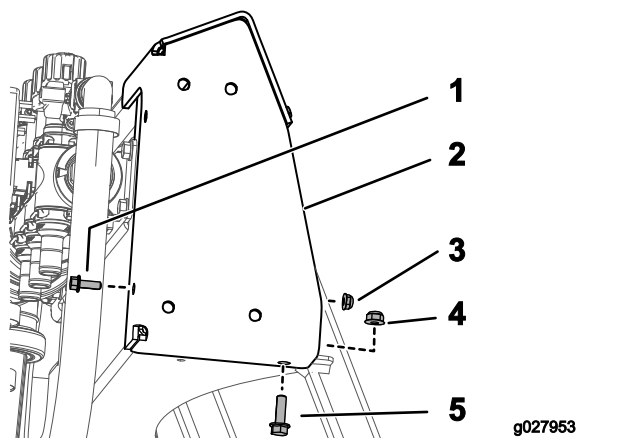

Рисунок 9
1. Установите верхний кронштейн, используя один болт (1/4-20 x 3/4 дюйма), одну гайку (1/4-20 дюймов), один болт с рифленой поверхностью (5/16-18 x 1 дюйм) и одну фланцевую гайку (5/16-18 дюймов), как показано на Рисунок 9.